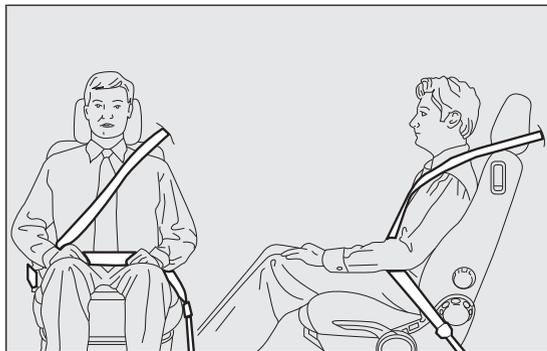

fig. 101
**ADVERTENCIA** El cinturón no debe estar enrollado. La parte superior debe pasar por encima del hombro y atravesar diagonalmente el tórax. La parte inferior debe estar adherida a la cadera (como se indica en fig. 101) y no al abdomen del pasajero. No utilizar dispositivos (pinzas, seguros, etc.) que impidan la correcta adherencia de los cinturones al cuerpo de los ocupantes.